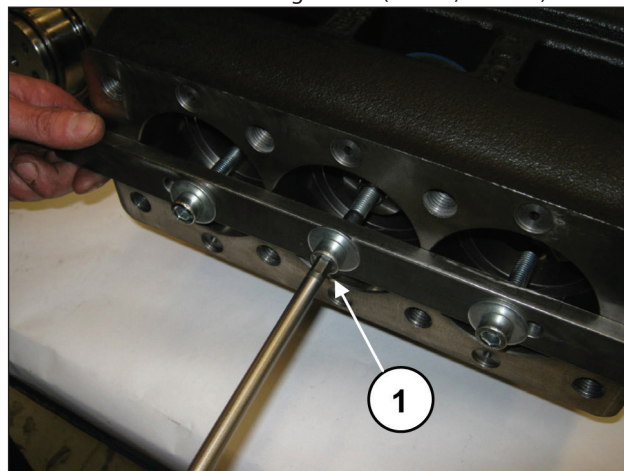
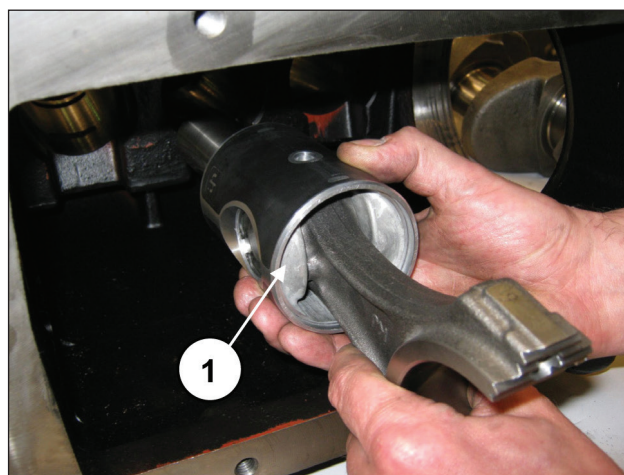

Abb. 32
Abb. 33
Gehen Sie für den etwaigen Austausch einer oder mehrerer Pleuelstangen oder Kolbenführungen folgendermaßen vor: Drehen Sie die Schrauben des Werkzeugs Art. 27566200 zum Lösen der Pleuelstangen ab (Pos. ①, Abb. 32) und ziehen Sie anschließend die Baugruppe Pleuelstange-Kolbenführung von der hinteren Gehäuseöffnung heraus (Pos. ①, Abb. 33).